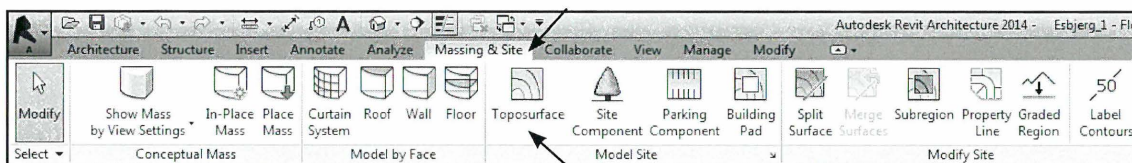

Fig. 10.04. Massing & Site - Toposurface.
Terrænets opbygningsværktøjer ligger under *Massing & Site* (Fig. 10.04).
- Klik *Massing & Site* (Fig. 10.04).